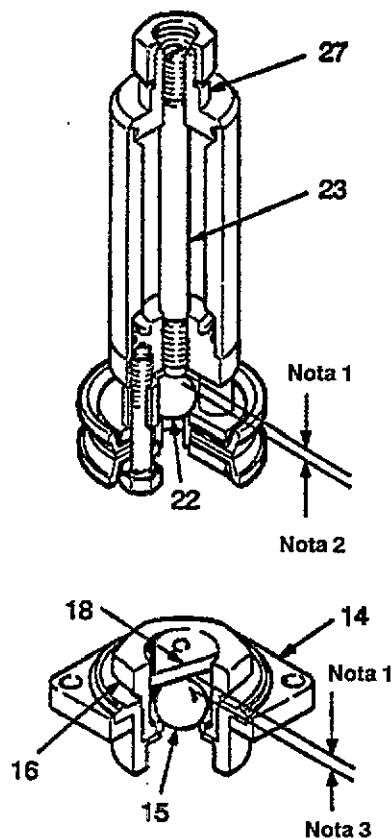

Fig. 2
Voir la Fig. 2. Les clapets anti-retour de piston produit et de pied ont été réglés en usine pour le pompage de produits de viscosité moyenne. La goupille d'arrêt de bille (18) du clapet de pied se trouve dans le jeu de trous le plus bas. La course de la bille de piston ainsi déterminée est de 5,2 mm, mesurée entre l'extrémité de la tige plongeante réglable (23) et le sommet de la bille (22). Cette distance représente quatre tours complets de la tige (23) depuis le sommet de la bille.
1. Si l'on pompe des produits à viscosité élevée et que la pompe commence à fonctionner irrégulièrement, démonter la pompe selon les explications données à la page 4. Pour allonger la course de la bille du clapet de pied, déplacer la goupille (18) dans le jeu de trous central ou supérieur. Pour allonger la course de la bille du clapet de piston, placer le piston dans un étau, desserrer le chapeau supérieur (27) pour libérer la tension exercée sur la tige plongeante (23) et tourner cette dernière en sens anti-horaire de deux tours complets au-delà de sa position réglée en usine, au au moins suffisamment pour porter la course totale de la bille à la longueur de 7,8 mm.
2. Si l'on pompe des produits à faible viscosité et que des à-coups commencent à se produire, démonter la pompe selon les explications données à la page 4. Vérifier que la goupille (18) se trouve bien dans le jeu de trous le plus bas. Pour réduire la course de la bille du clapet de piston, placer le piston dans un étau, desserrer le chapeau supérieur (27) pour libérer la tension exercée sur la tige plongeante (23) et tourner cette dernière en sens horaire de deux tours complets au-delà de sa position réglée en usine, au au moins suffisamment pour porter la course totale de la bille à la longueur de 2,6 mm.